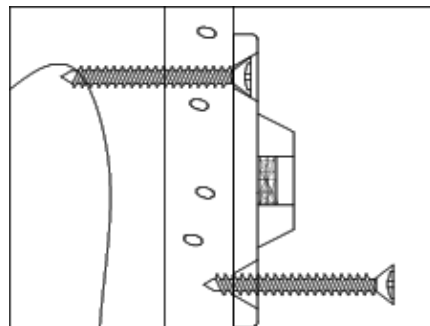

Figure 2
3) INSTALLATION DU SUPPORT CÔTÉ MUR : Placer le support côté mur le long des marques du montant choisi de manière à ce qu'il soit adjacent au support côté meuble lorsque le meuble sera placé à son emplacement final. Le support côté mur devrait être situé 2,5 cm (1 po) plus bas que le support côté meuble (voir Figure 3). Utiliser les DEUX vis longues pour fixer le support de montage côté mur au mur. Se souvenir de placer le support côté mur à la verticale de manière à ce que les deux vis s'enfoncent dans le montant choisi (voir la Figure 2).